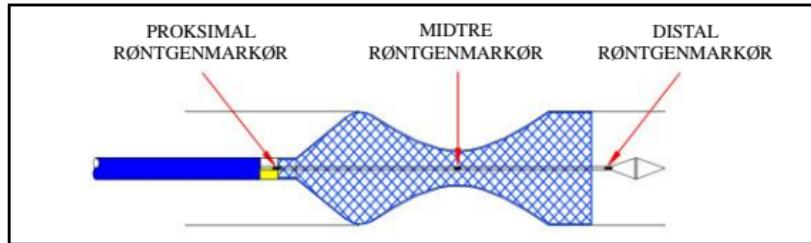

Figur 4
- Når midtre røntgenmarkør når midten av målstrukturen, fortsett å trekke tilbake på Y-koblingen til stenten er helt anvendt (se figur 4, 5).
- Når midtre røntgenmarkør når midten av målstrukturen, fortsett å trekke forover mot koblingen til stenten er helt anvendt (se figur 4, 6).